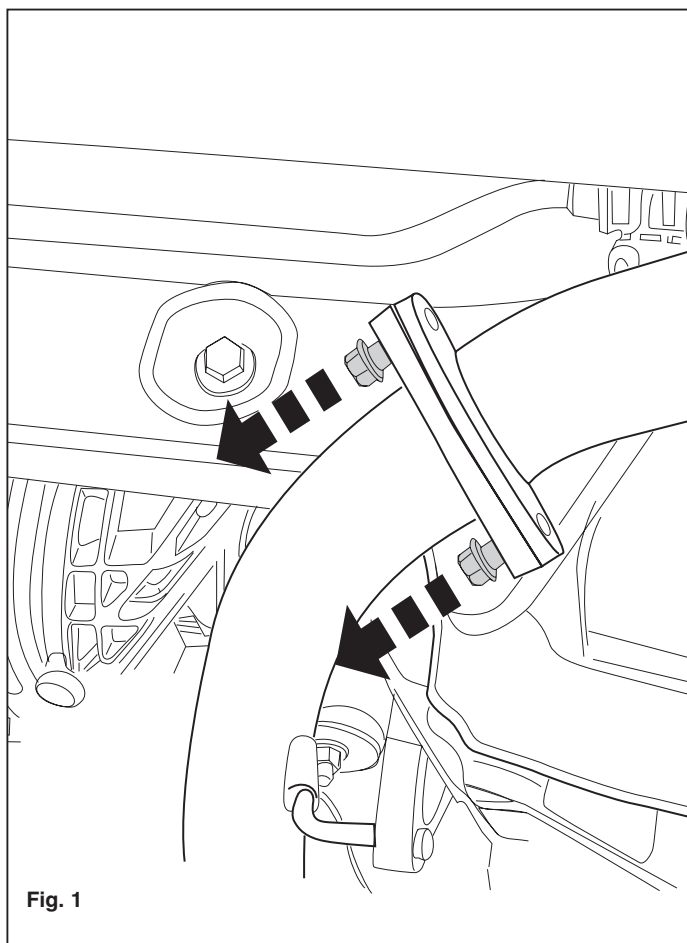
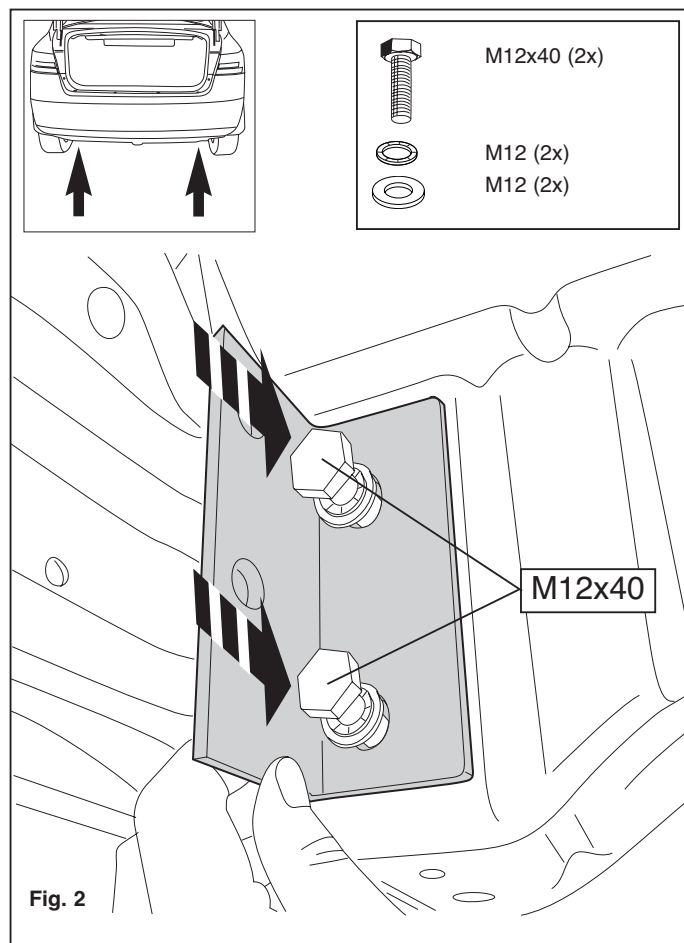

Fig. 1
Fig. 2
1. Remove the last exhaust silencer. See figure 1.
2. Remove the securing eye (L). It will no longer be needed.
1. Den hintersten Auspuff-Schalldämpfer abmontieren. Siehe Abbildung 1.
2. Die Sichertheitsöse (L) abmontieren. Diese wird nicht mehr benötigt.
3. Die Halterungen A anlegen und bei den Punkten B befestigen. Alles halbst montieren. Siehe Abbildung 2.
1. Démontez le dernier silencieux de l'échappement. Voir la figure 1.
2. Démontez l'anneau de remorque (G). Il ne sera plus utilisé.
1. Demonter den bageste lydpotte. Se fig. 1.
2. Demonter sejlringen (V). Denne bliver overflødig.
3. Anbring støtterne A og monter disse ved punkterne B monter det hele manuelt. Se fig. 2.
1. Снять последний глушитель выхлопа. См. рисунок 1.
2. Снять буксировочное ухо (H). Эта деталь больше не понадобятся.
3. Оставить кронштейны A и прикрепить их в точках B, закрепить не до конца. См. рисунок 2.
- Zdemontować pierścień holowniczy (L). Tego nie będzie się ponownie używać.
- Umieścić wsporniki A i umocować je w punktach B, lekko przymocować całość. Patrz rysunek 2.